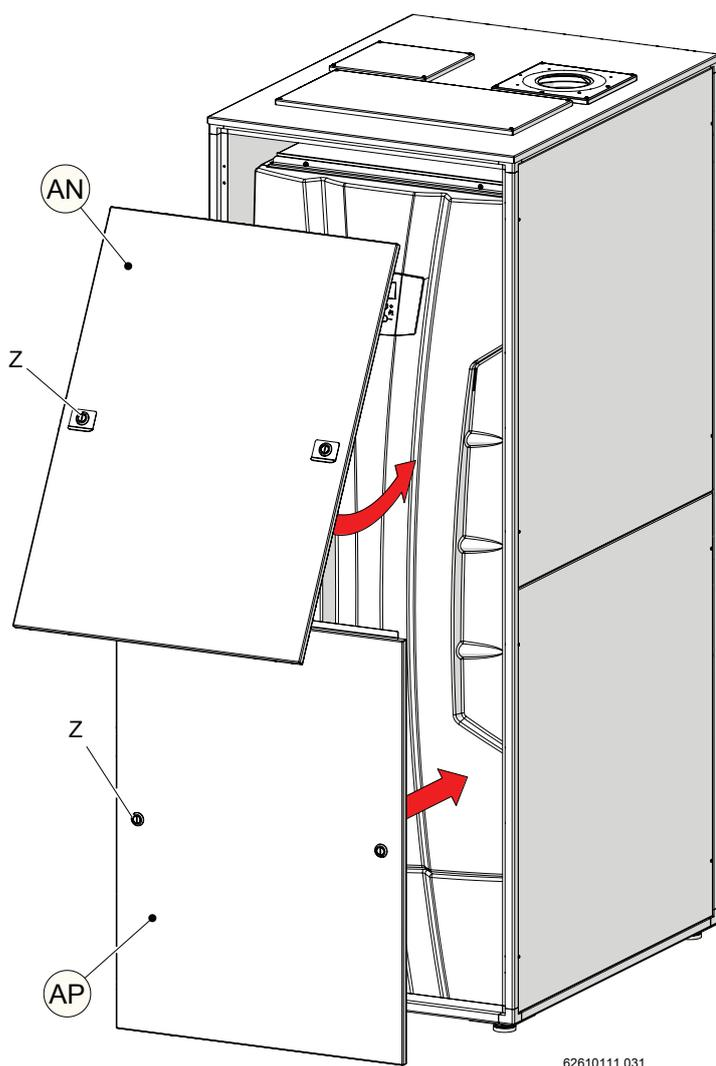

Figura 5-82
- 17.-apporre le coperture frontali "AP" (prima) e "AN" (poi), come in Figura 5-82 e 5-59. Fissare le stesse alla struttura agendo sulle serrature "Z" con un giravite a taglio (Figura 5-60);